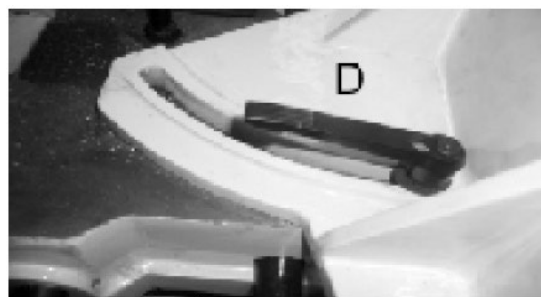

Рис. 14
3. При необходимости ослабить зажимную рукоятку (D) (рис. 14). Ослабить установочный винт (F) и поворачивать регулировочный винт (G), пока губки тисков не будут расположены под прямым углом к режущему полотну.
**ПРИМЕЧАНИЕ:** повернуть винт (G) на противоположном конце через лицевую часть губки тисков. Когда губки тисков находятся под прямым углом к режущему полотну, конец винта (G) должен касаться зажимной рукоятки (D).
4. При необходимости ослабить зажимную рукоятку (D) (рис. 14). Когда губки тисков находятся под углом 45 градусов к режущему полотну, ослабленный установочный винт (K) должен касаться шпильки зажимной рукоятки. Затянуть установочный винт (H).